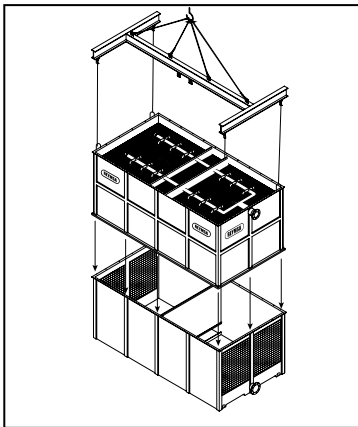

Figura A-109: Instalación de la sección del cuerpo de una torre modular (RTGMTC-C2)
- K.** Proceda a colocar la sección del cuerpo #1 (para modelos RTGMTC-C2) sobre la sección de cisterna #M1A, asegurándose de que los agujeros de la brida de ambas secciones estén alineados, luego atornille y fije la brida horizontal con la tornillería de acero inoxidable suministrada por REYMSA (ver Figura A-109).